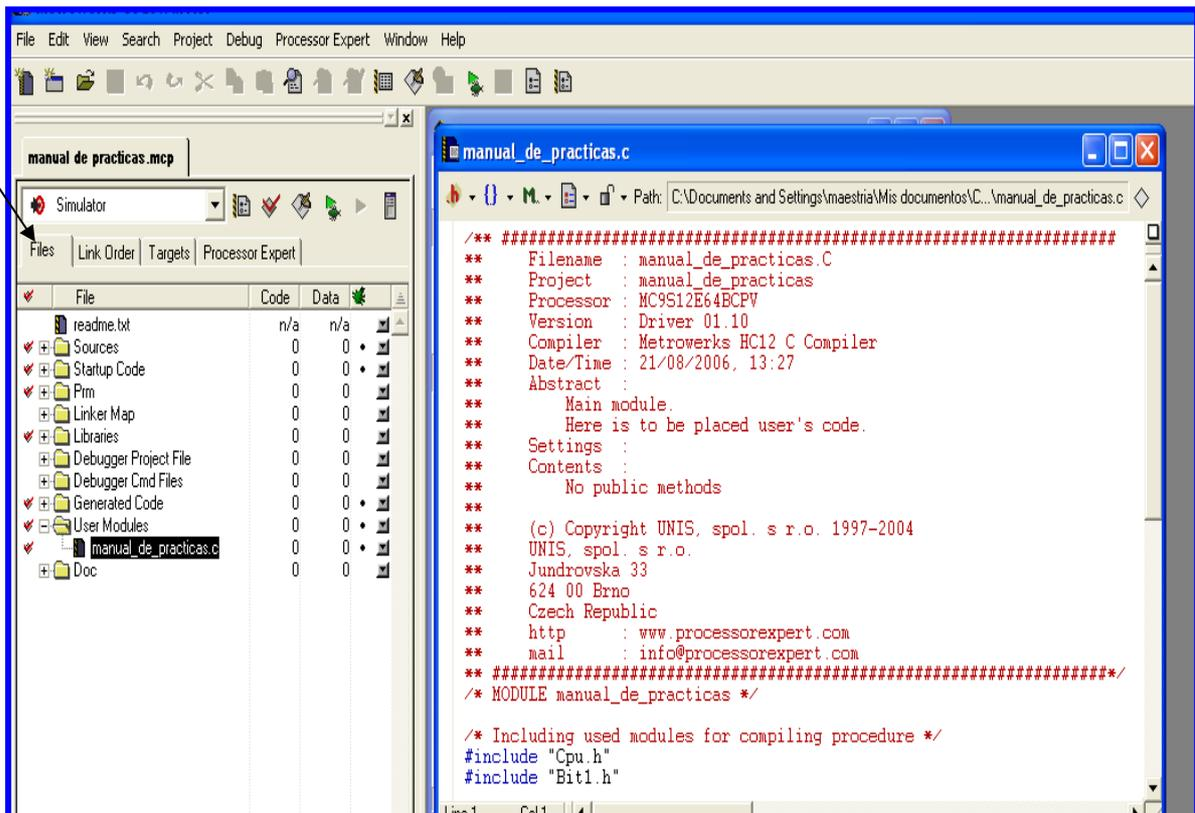

Figura 4.13 Ventana de desarrollo de código de programación.
17.- En el siguiente menú (Figura 4.13) podremos manipular nuestros dispositivos cargados y desarrollar nuestro programa con el cual manipulamos el microcontrolador. Hacer doble clic en *Files-User Models- nombre.c* como se muestra en la siguiente imagen.